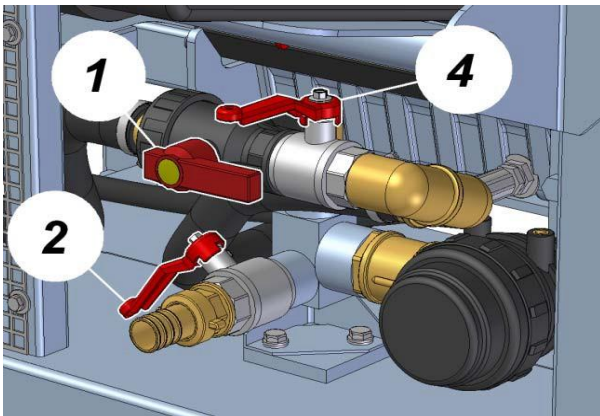

Abb. 5
- 1 - Das 3-Wege Saugventil auf der RECHTEN Seite (**Abb. 5 - Pos. 1**) anordnen, das man zuvor in der Position "Kreislaufausspülen" gelassen hatte und prüfen, dass das Selbstfüllventil geschlossen ist (**Abb.5 - Pos.2**)